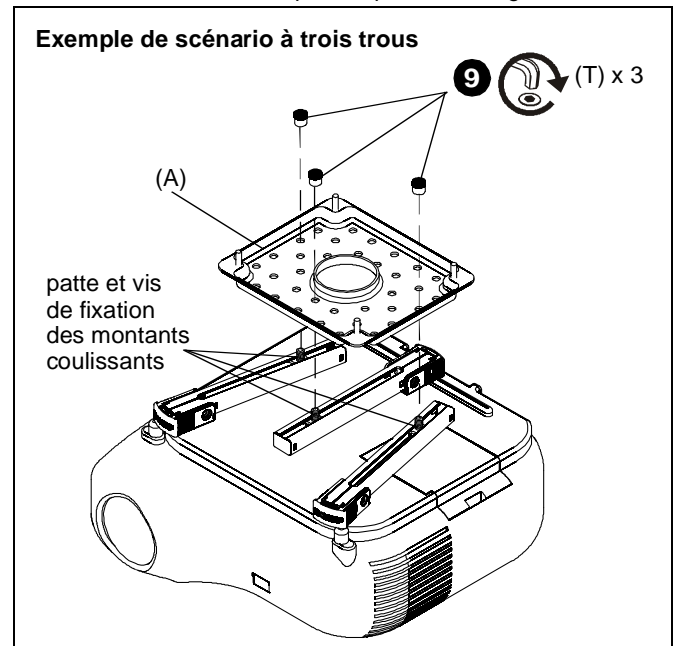
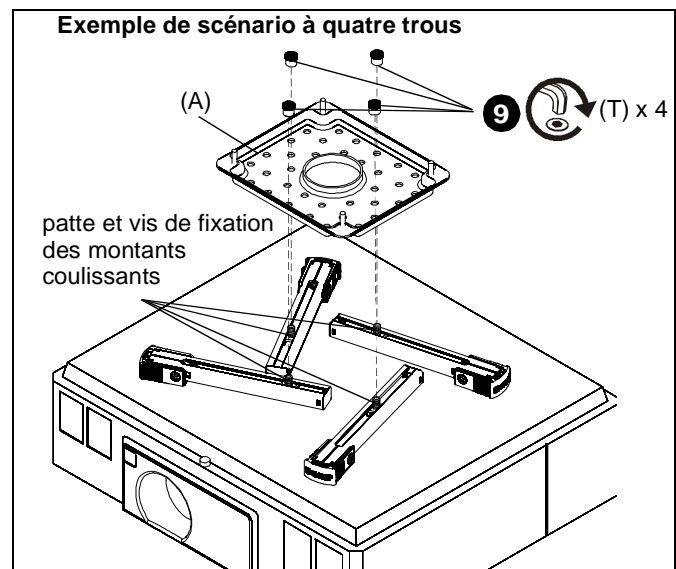

Figure 6
Figure 7
- Manœuvrez les pieds pour que les pattes et les vis de fixation des montants coulissants se trouvent vers le milieu du projecteur. (See Figure 6) et (See Figure 7)
- Positionnez les pattes et les vis de fixation des montants coulissants de manière à permettre un montage uniforme de la plaque principale SLBU ou SLMU (A) aux pieds. (See Figure 6) et (See Figure 7)
- Utilisez une clé hexagonale de 1/4" (U) pour fixer les écrous Allen (T) aux vis sur les montants de fixation coulissants. (See Figure 6) et (See Figure 7)